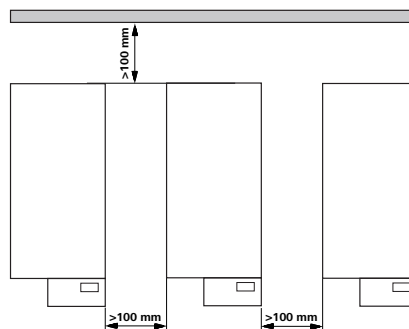

Fig. 2
- Starp ierīcēm, starp ierīci un sienu un virs instalācijas ievērojiet minimālo attālumu (min. 800 mm), (Fig. 2).